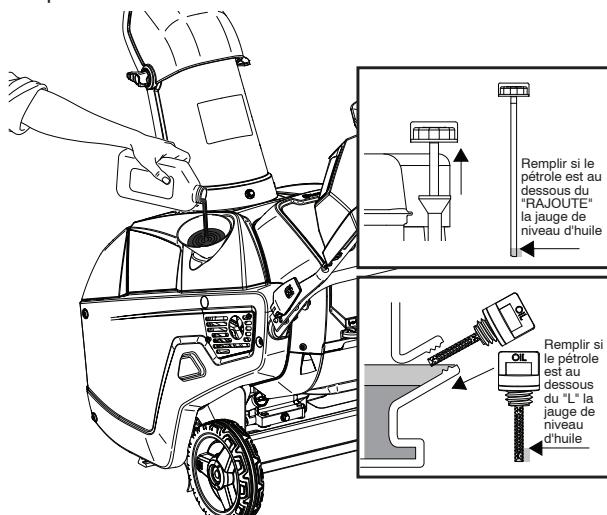

Figure 26
- Dévisser le bouchon de remplissage d'huile/la jauge et déposer le tout (Figure 26).
- Avec la souffleuse à neige en position de fonctionnement, verser avec soin l'huile dans le trou de remplissage jusqu'au repère « FULL » (PLEIN) sur le bouchon de remplissage/la jauge (Figure 26).